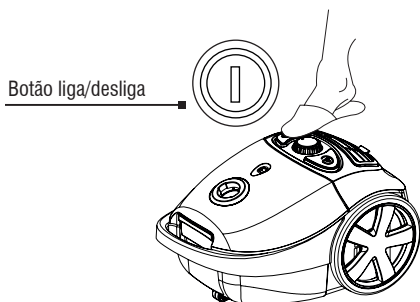

Fig. 8 – Ligar/desligar o aspirador de pó
- Pressione levemente o botão liga/desliga para acionar o Aspirador de Pó APV 1203 VONDER, conforme mostra a Fig. 8. Para desligar, basta pressionar o botão mais uma vez;